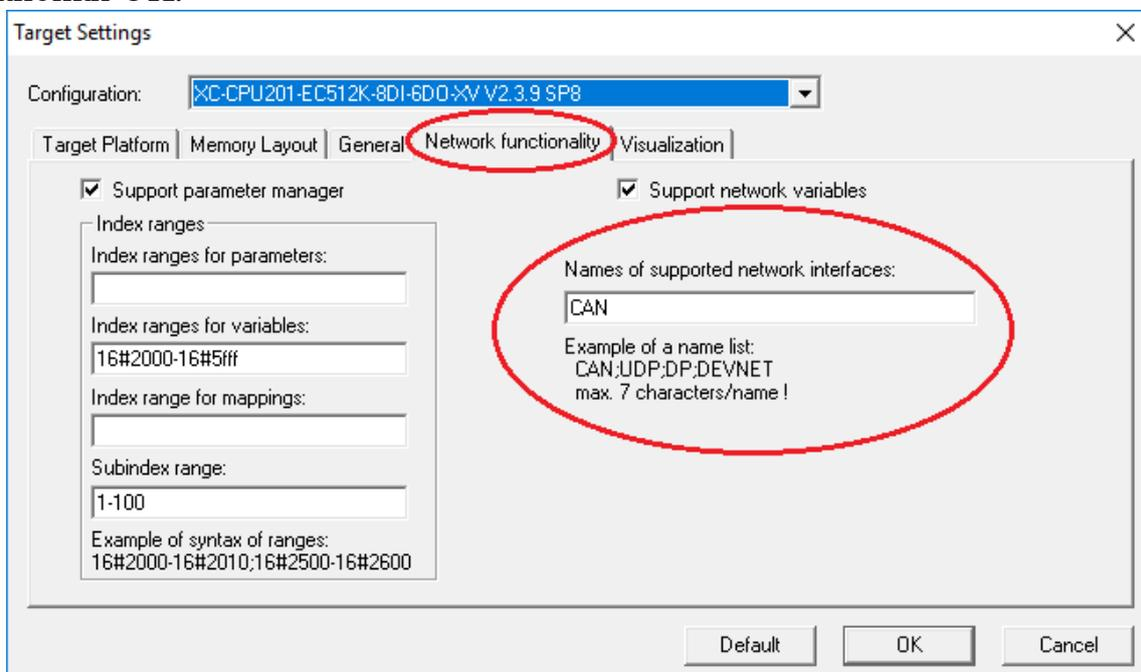

Рис. 23. Установка поддержки сетевой передачи данных через CAN Open протокол
3. Настройте целевую платформу (Target Settings). Откройте вкладку «Целевая платформа» (Target Settings) и на странице диалогового окна «Конфигурация» (Configuration) выберите тип контроллера **XC-CPU201-EC512K-8DI-6DO-XV V2.3.9 SP8**. Во вкладке основных настроек (General) должна стоять галочка напротив «Download symbol file». Во вкладке сетевой функциональности (Network functionality) поставьте галочку на против «Support network variables» и в открывшемся поле ввода пропишите «CAN» (рис. 23). Подтвердите ввод нажатием кнопки ОК.